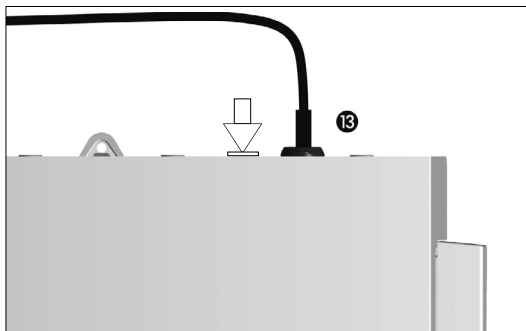

図 2
- フットペダル用ケーブルを背面のフットペダル出力に接続し、分極ピンを使用してコネクタとプラグの位置に合わせます(図 2)。